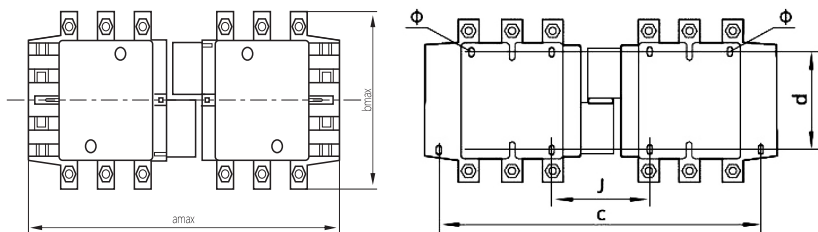

图1 NC2-115Ns~800Ns交流接触器外形与安装示意
6.2 NC2-115Ns~800Ns系列交流接触器安装尺寸与外形尺寸，见图1及表5，型号规格重量见箱贴。